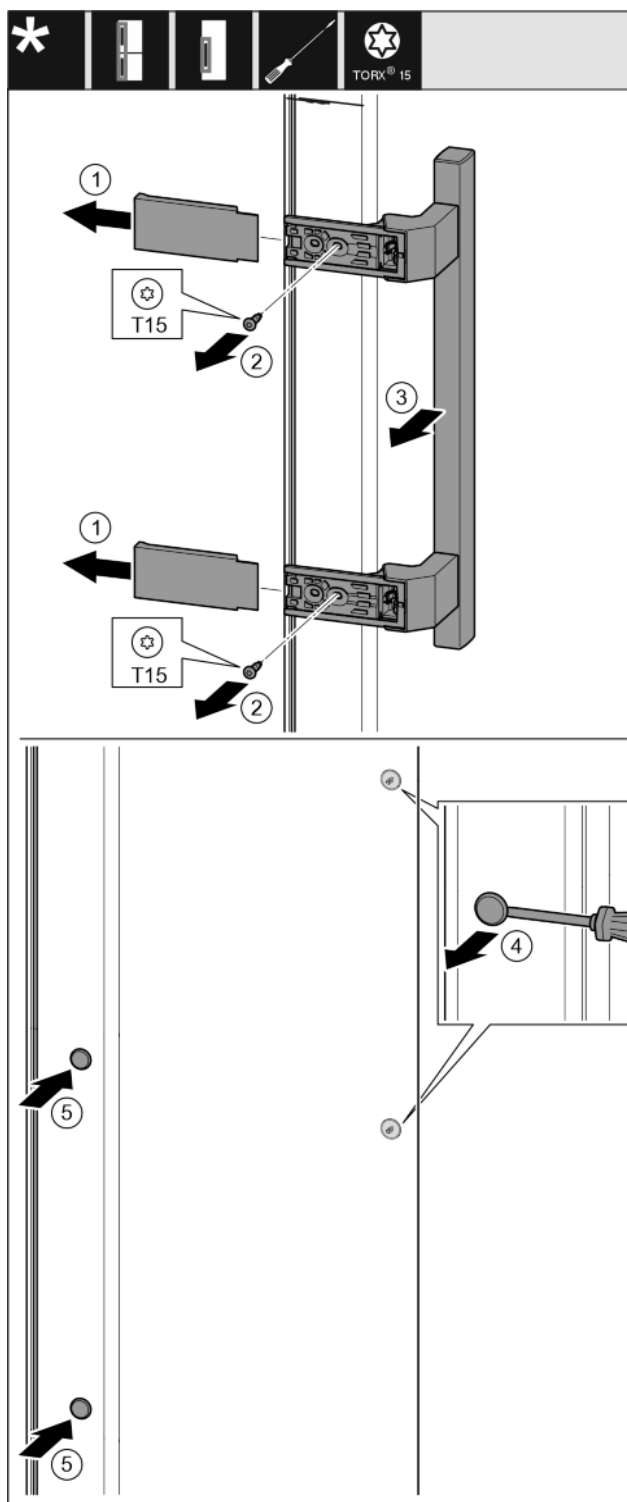

Fig. 30
- Skinite pokrov. Fig. 30 (1)
- Odvijačem T15 odvijte vijke. Fig. 30 (2)
- Skinite ručicu. Fig. 30 (3)
- Ravnim odvijačem oprezno podignite bočni čep i izvucite ga. Fig. 30 (4)
- Ponovo umetnite čep na drugoj strani. Fig. 30 (5)